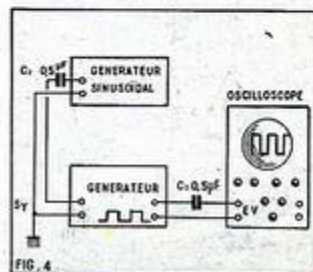

FIG. 4
La mise au point s'effectuera à l'oscilloscope. On connectera la sortie du générateur à l'entrée EV de l'amplificateur « vertical » de l'oscilloscope comme le montre le schéma de montage de la figure 4.
- c) Rétablir le montage primitif de la figure 4. Régler la fréquence avec I_1 et P_1 jusqu'à obtention de 5 périodes de tension rectangulaire ;